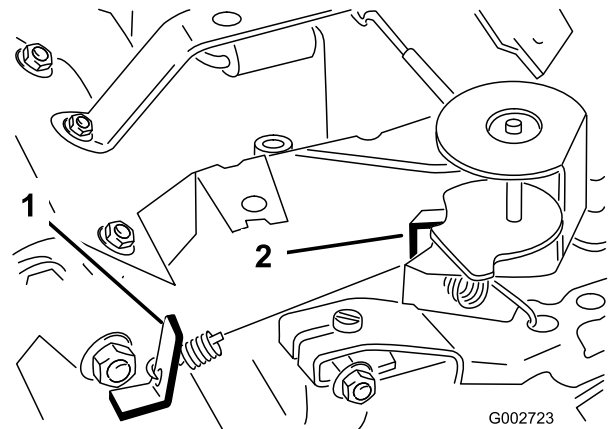

图40
3. 弯转调节怠速弹簧锚柄脚（图40），以达到 1,675~1,175rpm 的怠速。
6. 弯转高速弹簧锚柄脚（图40），以达到 3,350~3,450rpm 的高速。